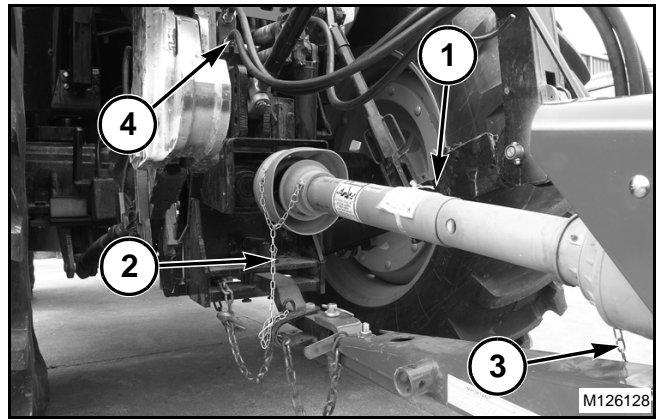

FIG. 35
FIG. 35: Lubrique las estrías del eje de la toma de fuerza del tractor con aceite o grasa. Conecte la IDL (línea de impulsión del implemento) (1) a la PTO del tractor. Asegúrese de que los pasadores de traba estén asentados en la ranura del eje de la PTO.